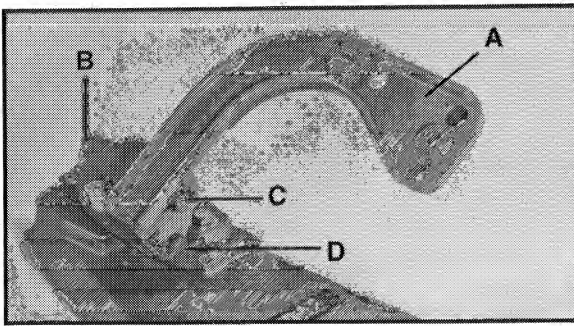

Fig. 3
3. Monter le bras (A), Fig. 3, sur le sous-ensemble de pivot (B) à l'aide de deux boulons de $\frac{3}{8}$ po – 16 x $1\frac{1}{2}$ po de long et des rondelles (C) et (D) de $\frac{3}{8}$ po dia. int. x $\frac{3}{4}$ po dia. ext. Faire pivoter le bras (A) de manière à ce que le trou oblong supérieur soit centré sur le boulon supérieur (C) et serrer fermement les boulons.